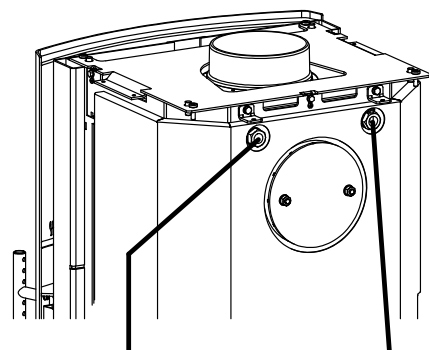

Fig. 3 Bolsa de sensor para TAS Bolsa de sensor para sensor de temperatura „Regulador por diferencia de temperatura“
- Introduzca el sensor de temperatura para “Regulador por diferencia de temperatura” en la bolsa de sensor derecha y asegúrelo con el tornillo (Fig. 3).